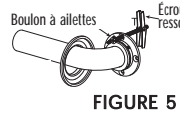

FIGURE 5
2. Utilisez une perceuse 3/8-po et un foret 5/8-po pour percer six (6) trous aux endroits marqués. NOTE: si vous installez la barre d'appui sur des carreaux de céramique, vous aurez besoin d'un foret au carbure 5/8-po pour percer les trous sans endommager les carreaux. Une fois que vous aurez percé un trou dans le carreau de céramique, utilisez le foret 5/8 po pour percer un trou de guidage dans la surface d'appui du carreau.
3. Insérez un (1) BOULON À AILETTES dans n'importe quel orifice de montage de l'une des extrémités de la barre d'appui. un écrou à ressort à l'extrémité du BOULON À AILETTES comme le montre la figure (voir figure 5), en le vissant sur le boulon (environ trois tours). Répétez cette étape pour deux (2) BOULONS À AILETTES de cette même extrémité de la barre d'appui.